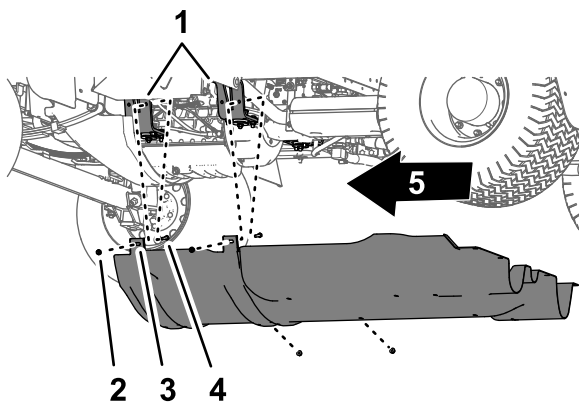

Bild 65
2. Nehmen Sie die vier Sicherungsbundmutter (5/16") von den Schrauben und der Schlossschraube ab, mit denen die Befestigungsösen der Fahrwerkabdeckung an den Befestigungshalterungen des Motors der Maschine befestigt sind (Bild 65).
- Nehmen Sie die Fahrwerkabdeckung von der Maschine ab (Bild 64 und Bild 65).
- Fluchten Sie die Fahrwerkabdeckung mit dem unteren Chassis der Maschine aus, siehe Bild 65 in Entfernen der Fahrwerkabdeckung (Seite 55).
- Schieben Sie die Befestigungsösen der Fahrwerkabdeckung über die Schrauben und die Schlossschraube an den Motorbefestigungshalterungen der Maschine, siehe Bild 65 in Entfernen der Fahrwerkabdeckung (Seite 55).
- Befestigen Sie die Fahrwerkabdeckung mit den vier Sicherungsbundmutter (5/16"), die Sie in Schritt 2 von Entfernen der Fahrwerkabdeckung (Seite 55) entfernt haben, an den Befestigungshalterungen des Motors (Bild 65).